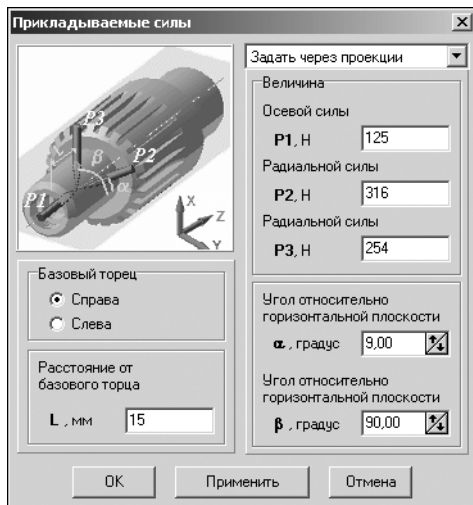

Рис. 6.1.
2. В развернувшемся меню выберите команду **Радиальные и осевые силы**. Откроется окно **Прикладываемые силы** (рис. 6.1).
1. Нажмите кнопку с черным треугольником, расположенную в правой верхней части окна **Прикладываемые силы** (см. рис. 6.1).